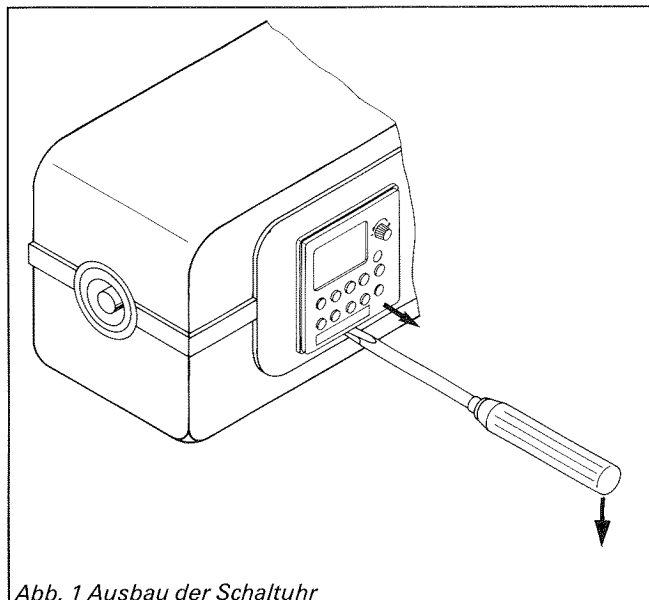

Abb. 1 Ausbau der Schaltuhr
3. Schaltuhr mit einem kleinen Schraubendreher nach vorn ausrasten (an der entsprechenden Aussparung unterhalb der Schaltuhr), und Schaltuhr herausziehen (Abb. 1).